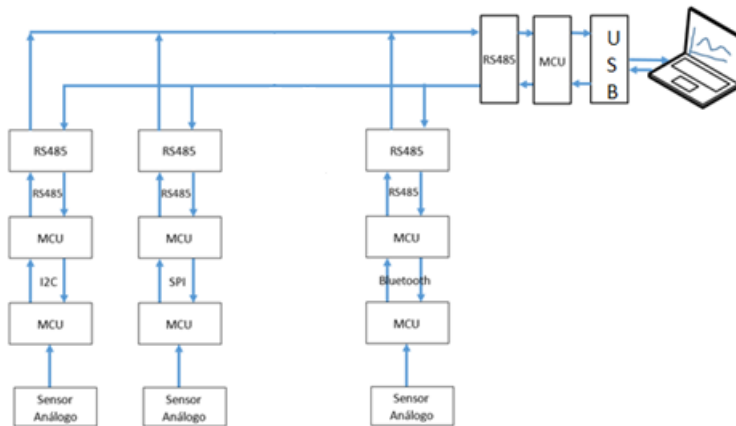

Figura 1. Arquitectura de protocolos
- Realizar la conectividad de los dispositivos que se muestran en la figura 1, con el propósito de poder comunicar cada uno de los terminales, utilizando los diferentes protocolos propuestos. En el computador, se debe hacer una interfaz que muestre de manera numérica y gráfica, cada una de las variables que se encuentran conectadas al respectivo esclavo. Para esto utilice el compilador Python.
- En la figura 1, se muestra una conexión general de los dispositivos, sin embargo, el grupo de trabajo debe realizar una propuesta, para hacer esto, utilizando solo un sistema embebido o un máximo de dos. Tenga en cuenta que un sistema embebido, tiene en su arquitectura, varios puertos tipo UART, varios puertos tipo I2C, SPI y otros.